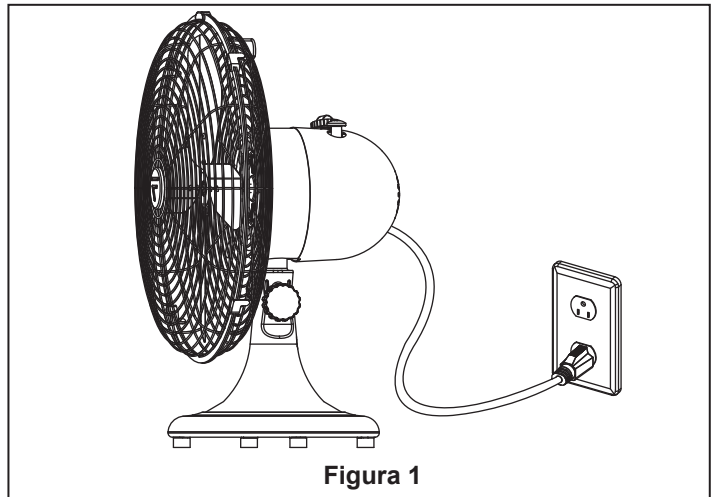

Figura 1
1. Saque los elementos con cuidado del paquete. Conecte el cable directamente en el enchufe. (Figura 1)